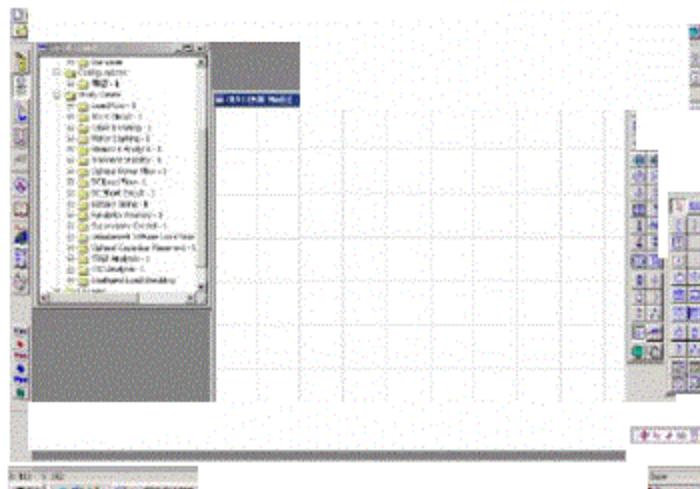

图 1-4 ETAP 软件得编辑模式
- 4、点击“确定”，打开了 ETAP 软件得编辑模式，如图 1-4 所示。下面对编辑模式界面作简单得介绍：